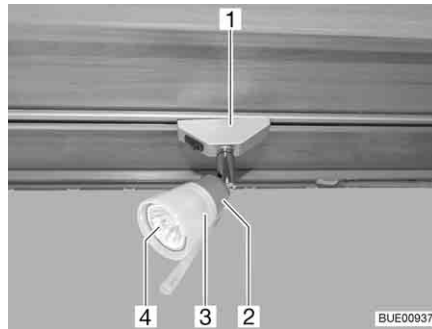

Fig. 277 Faretto alogeno (mobile)
- Ruotare il faretto alogeno (Fig. 277,1) di 90° e toglierlo dalla rotaia.
- Svitare il paralume (Fig. 277,3) in senso antiorario.
- Sfilare con attenzione il paralume con lampada alogena a incandescenza (Fig. 277,4) dal supporto (Fig. 277,2).